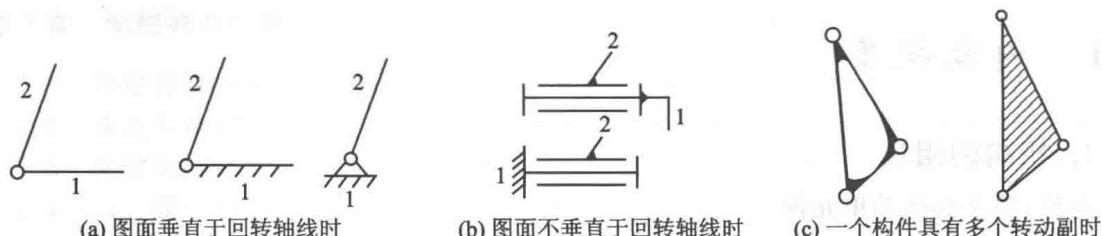

图 1-2 转动副构件组成转动副的表示方法
② 当转动副构件组成转动副时,其表示方法如图 1-2 所示。图面垂直于回转轴线时如图 1-2(a)所示。图面不垂直于回转轴线时如图 1-2(b)所示。其中,表示转动副的圆圈的圆心必须与回转轴线重合。当一个构件具有多个转动副时,应在两条线交叉处涂黑,或在其内画上斜线,如图 1-2(c)所示。